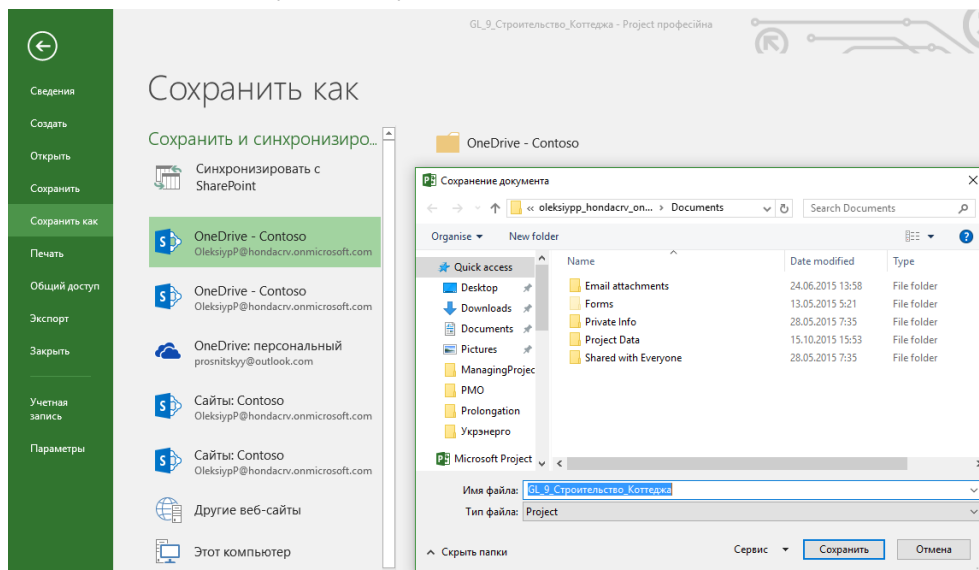
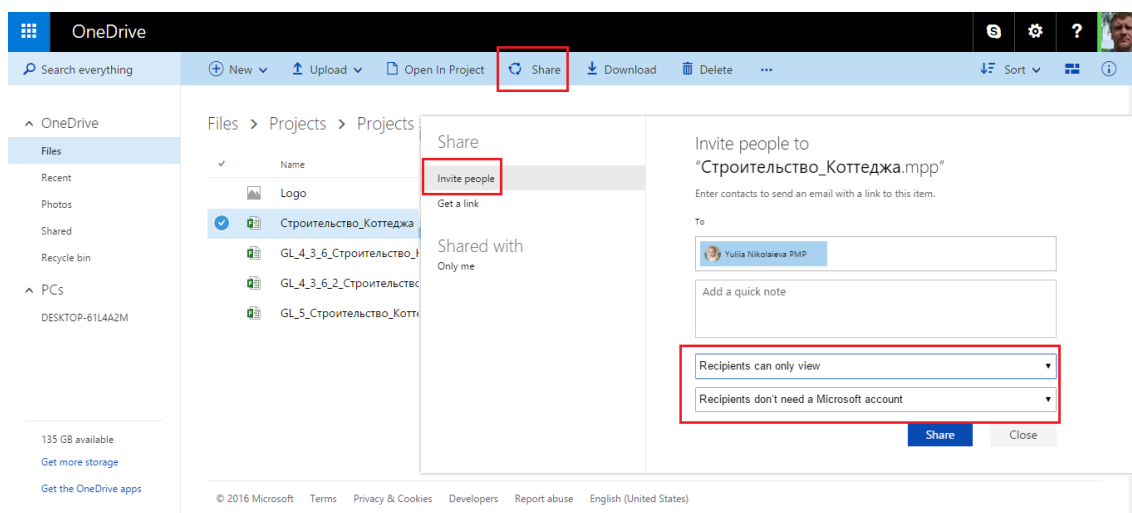

Рисунок 9.9 – Сохранение файла проекта в облачное хранилище OneDrive
Рисунок 9.10 – Предоставление доступа к файлу проекта в OneDrive
6. Сохранить файл в любом формате в общей папке OneDrive (см. Рисунок 9.9) и предоставить доступ выбранным ответственным (см. Рисунок 9.10).